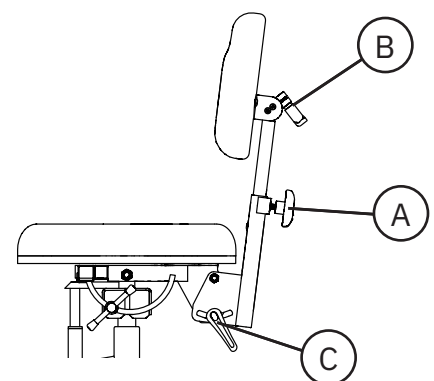

Abb. 5.29. Mechanismus Bauch-/Brustbeinunterstützung für REAL 2624.
Der Mechanismus für die Bauch-/Brustbeinunterstützung kann in der Höhe (A), dem Winkel der Bauch-/Brustbeinstütze (B) und der Neigung des Mechanismus selbst (C) angepasst werden, siehe Abb. 5.29. Der Mechanismus erlaubt eine Neigung der Bauch-/Brustbeinstütze von bis zu 15° nach hinten und 30° nach vorn.